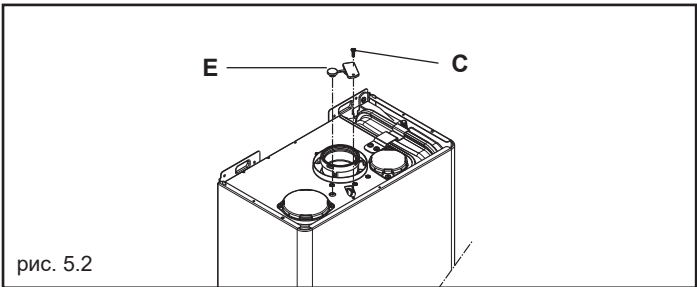

рис. 5.2
- Снимите винт и крышечку (рис. 5.2), и вставьте зонды газоанализатора в гильзы, предусмотренные для этой цели в воздушной камере.
- Снимите винт (C) и крышечку (E) (рис. 5.2), и вставьте зонды газоанализатора в гильзы, предусмотренные для этой цели в воздушной камере.